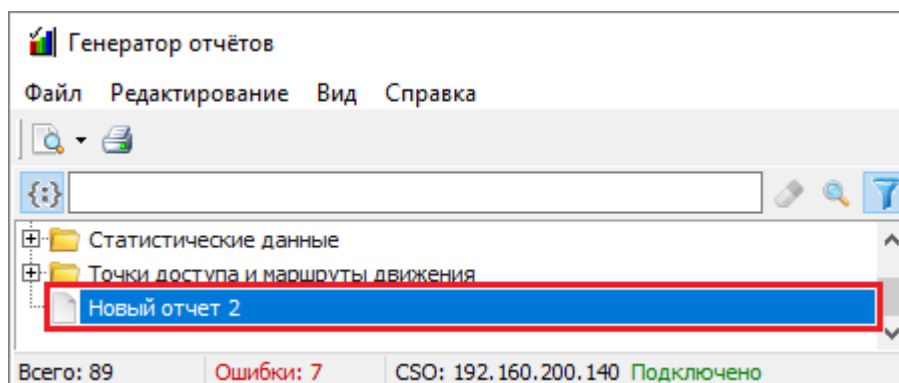

Рисунок 11-300 Переименованный отчет в списке отчетов
- в списке отчетов (см. п. 11.5.3.2) для отчета/ группы отчетов отобразится новое наименование (см. Рисунок 11-300);